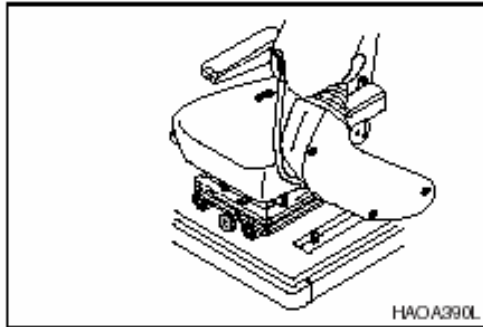

Figura 24
3. Suba la palanca de seguridad (Figura 24).